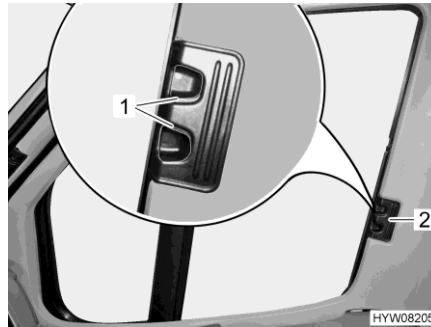

Fig. 106 Estor plegable (ventana del conductor/acompañante)
- Presionar los tiradores de desbloqueo (Fig. 106,1) y mantenerlos presionados.
- Cerrar los estores plegables para la ventana del conductor y la ventana del acompañante tirando en el tirador (Fig. 106,2) hacia el otro lado de la ventana y uniéndolos en las tiras magnéticas.
- Introducir los estores plegables para la ventana del conductor y la ventana del acompañante hasta el tope desplazando el tirador (Fig. 106,2).
- Soltar los tiradores de desbloqueo (Fig. 106,1) y dejar que engatillen.